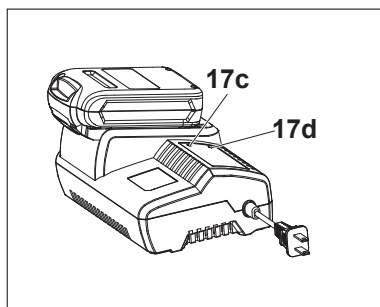

Fig. 8
Los testigos (17c y 17d) presentes en el cargador (17) indican el estado de carga (Fig. 8).